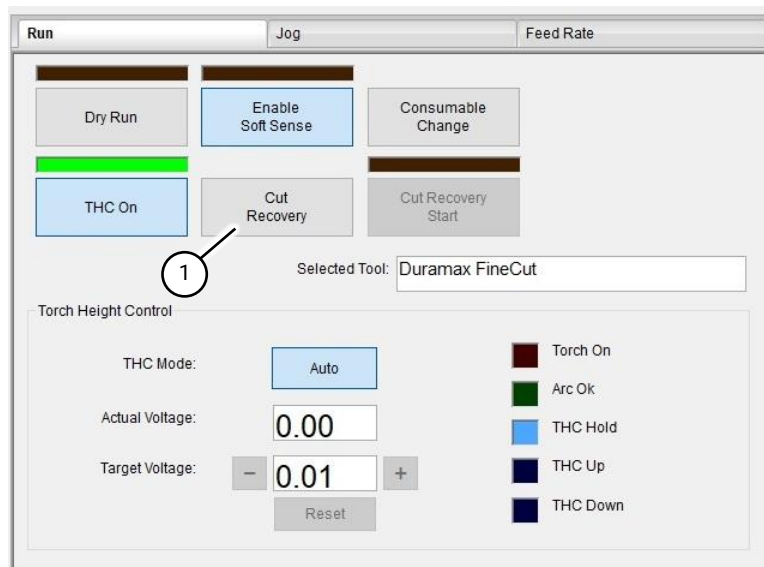

Fig 82 Bouton Cut Recovery
1. Le bouton Cut Recovery (Fig 82 (1)) est utilisé pour redémarrer à partir d'un point spécifique. Pour utiliser le bouton Cut Recovery, procédez comme suit :
- 1.4 Appuyez sur le bouton Cut Recovery (Fig 82 (1)). Le chalumeau se positionne automatiquement sur le point le plus proche de la trajectoire d'outil.